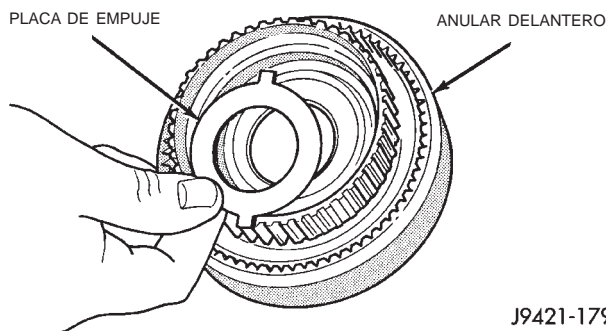

Fig. 163 Emplazamiento de la placa de empuje en el soporte del anular delantero
(18) Coloque la placa de empuje en el soporte del engranaje anular delantero (Fig. 163). **Observe que la placa tiene dos lengüetas. Estas lengüetas encajan en las escotaduras de la maza del anular.**